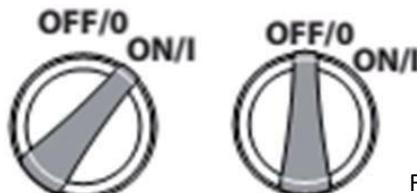

Fig. 3
5. Posizionare l'interruttore di rete sulla posizione "I" (Fig. 3).
2. Portare l'interruttore in posizione "O" (Fig. 3).
2. Spegnere l'interruttore di rete (posizione "O", Fig. 3).